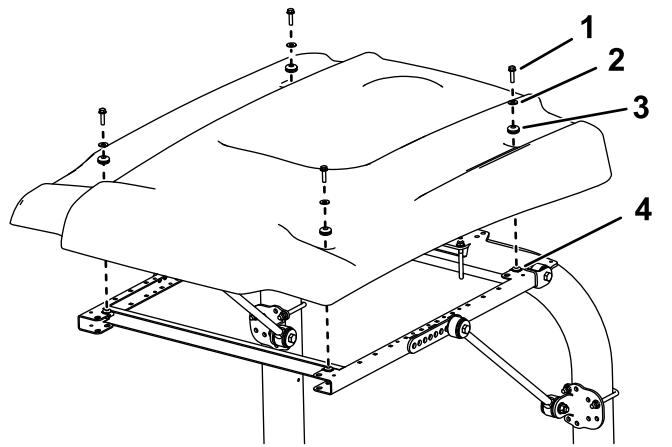

Figura 21
16. Durante l'allineamento dei fori di montaggio, posizionate il parasole sul telaio come mostrato in Figura 21.